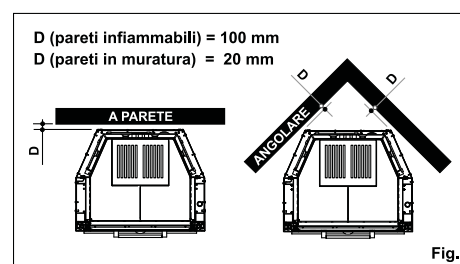

Fig.6
- Tutti i termocaminetti possono essere installati a parete o ad angolo. Controllare le distanze tra il termocaminetto e le pareti vicine (**fig.6**).